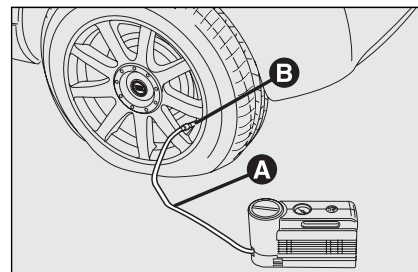

fig. 3
- ❑ **Accione el freno de mano.** Afloje el capuchón de la válvula del neumático, saque el tubo flexible de llenado **A**-fig. 3 y atornille el casquillo **B** en la válvula del neumático;